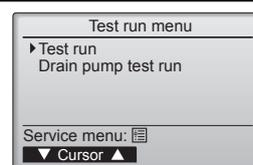

Fig. 7-2
- ② Välj "Test run" (Testkörning) från menyn Testkörning och tryck på [VÄLJ]. (Fig. 7-2)
- ③ Testkörningen startas och skärmbilden Testkörning visas.
### 7.3. Självttest (Fig. 7-2)